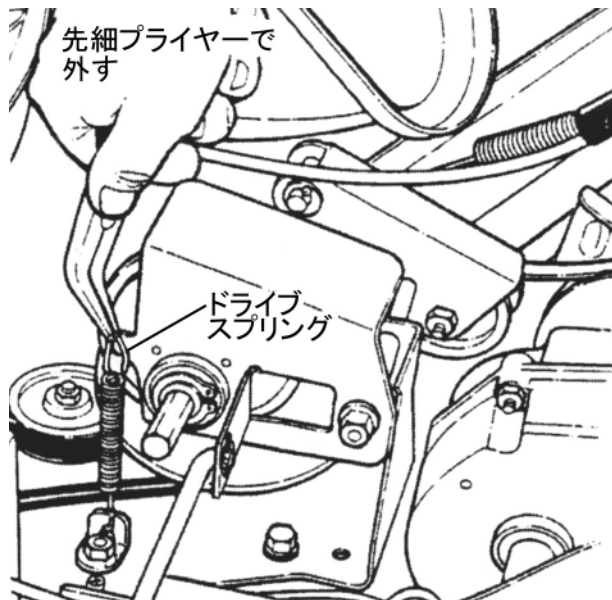

図6-6
① 駆動ディスクと従動ディスクの清掃
② ドライブスプリングの修理と交換
- ドライブスプリングは従動ディスクを駆動ディスクに押し付けています。ドライブスプリングが伸びてゆるんだり、破損したときは交換してください。(次ページ図6-6)